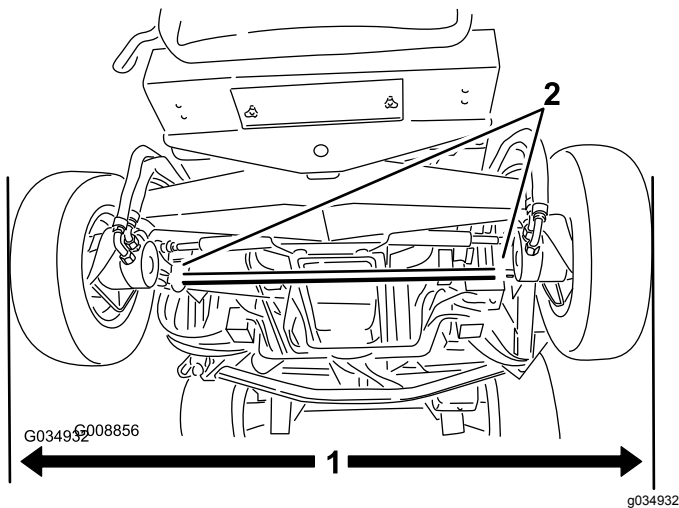

Figure 118
1. Placez les roues en position ligne droite, puis mesurez la distance extérieure (à hauteur d'essieu) à l'avant et à l'arrière des roues directrices (Figure 118).
2. Pour régler le pincement, desserrez les fixations aux deux extrémités des biellettes (Figure 118).